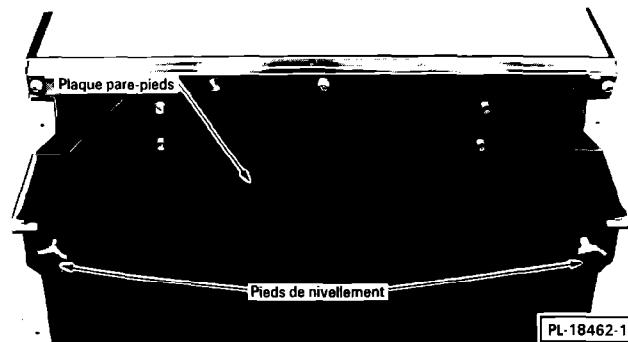

Fig. 3
5. Mettez le presse-ordures de niveau en vissant ou en dévissant les pieds de nivellement (fig. 3). **VOUS DEVEZ LAISSER** un espace libre d'au moins 6 mm (1/4 po) entre le dessus du presse-ordures et le dessous du comptoir, afin de faciliter l'accès pour l'entretien.
Si les pieds de nivellement (fig. 3) ont dû être vissés à fond ou si le compacteur est installé sur un tapis très épais ou laineux, le rebord de la plaque pare-pieds en caoutchouc (fig. 3) traînera peut-être sur le tapis lorsqu'on ouvrira le tiroir. Dans ce cas, retirez simplement la plaque pare-pieds (fig. 3) et découpez l'excédent du rebord à l'aide de ciseaux.